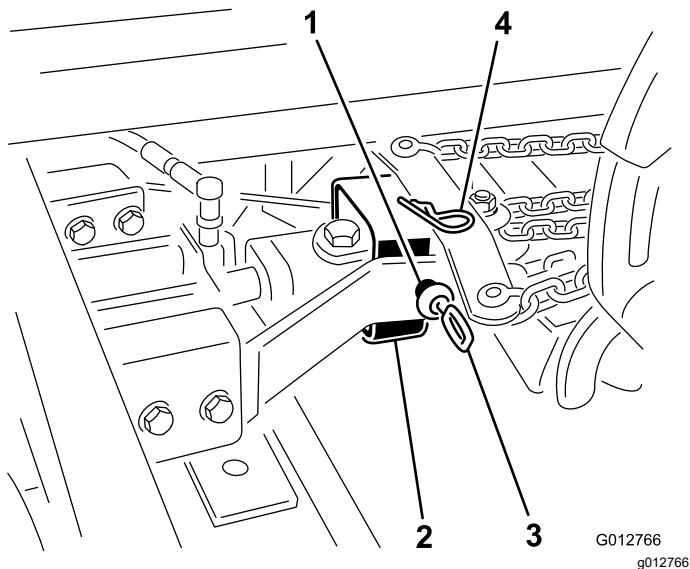

図 22
- ロックアップブラケットの穴にロックアップピンを通し、ヘアピンで固定する 図 22。